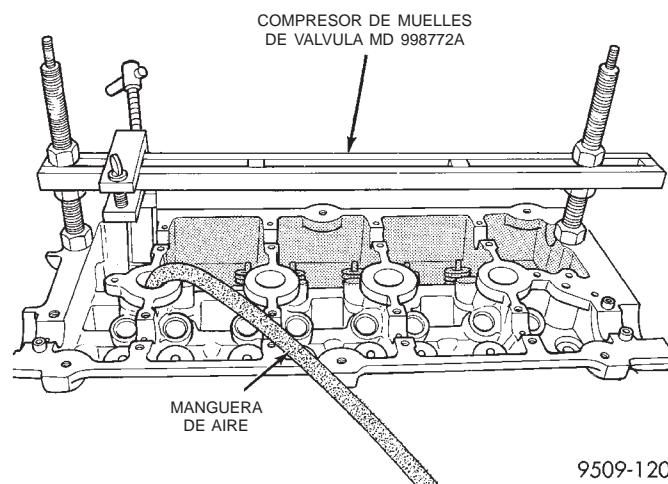

Fig. 27 Desmontaje e instalación del muelle de válvula
(1) Retire los áboles de levas como se describió previamente en esta sección.
(2) Haga girar el cigüeñal hasta que el pistón llegue a la compresión de PMS.
(3) Con la manguera de aire conectada al adaptador instalado en el orificio de bujías, aplique 620-827 kPa (90-120 psi) de presión de aire.
(4) Utilice la Herramienta especial MD-998772A con el adaptador 6779 (Fig. 27) para oprimir los muelles de válvula y retire los seguros de válvula.